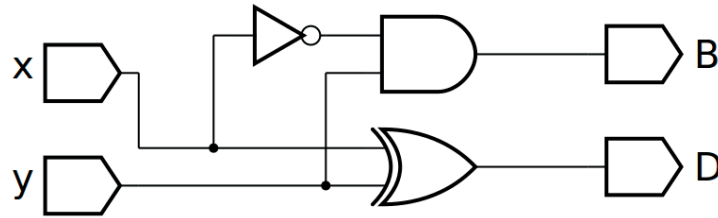
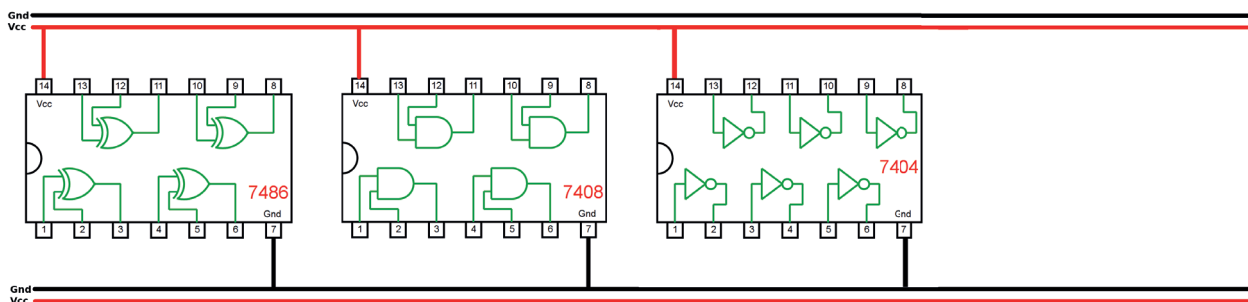

Figura 6.20 – Diagrama esquemático.
Figura 6.21 – Disposição dos componentes (TTL) para a placa de montagem.
1. Complete as ligações na figura 6.21 ou 6.22 de acordo com a figura 6.20.
5. Utilize um programa de simulação em computador (SmartSim, Atanua, Qucs) faça a simulação do circuito da figura 6.20. Compare os resultados com a tabela 6.8.
6. Escreva a equação booleana do circuito da figura 6.20 e simule no programa para o Arduino.